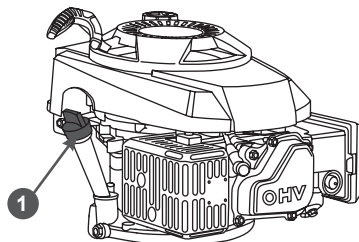

Рис. 9 Крышка-щуп маслозаливной горловины
2. Открутите крышку-щуп 1 маслозаливной горловины и извлеките щуп (Рис. 9).
- Открутите крышку-щуп 1 маслосазливной горловины и извлеките щуп (Рис. 9).